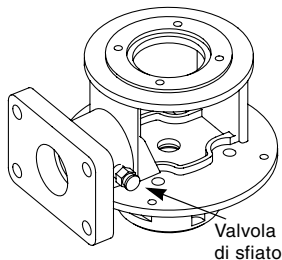

Fig. 10
2. Se la pompa è dotata di una valvola di sfianto, questa valvola deve essere aperta, vedi fig. 10.